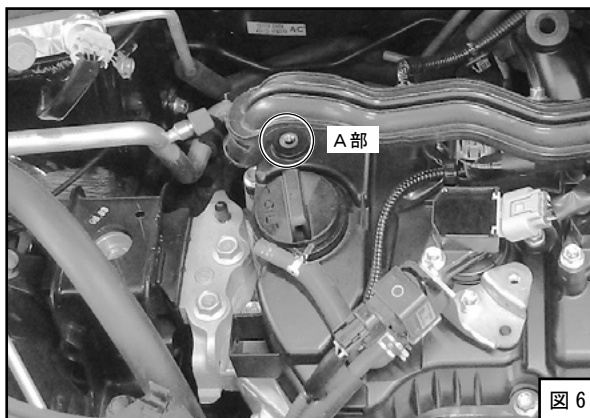
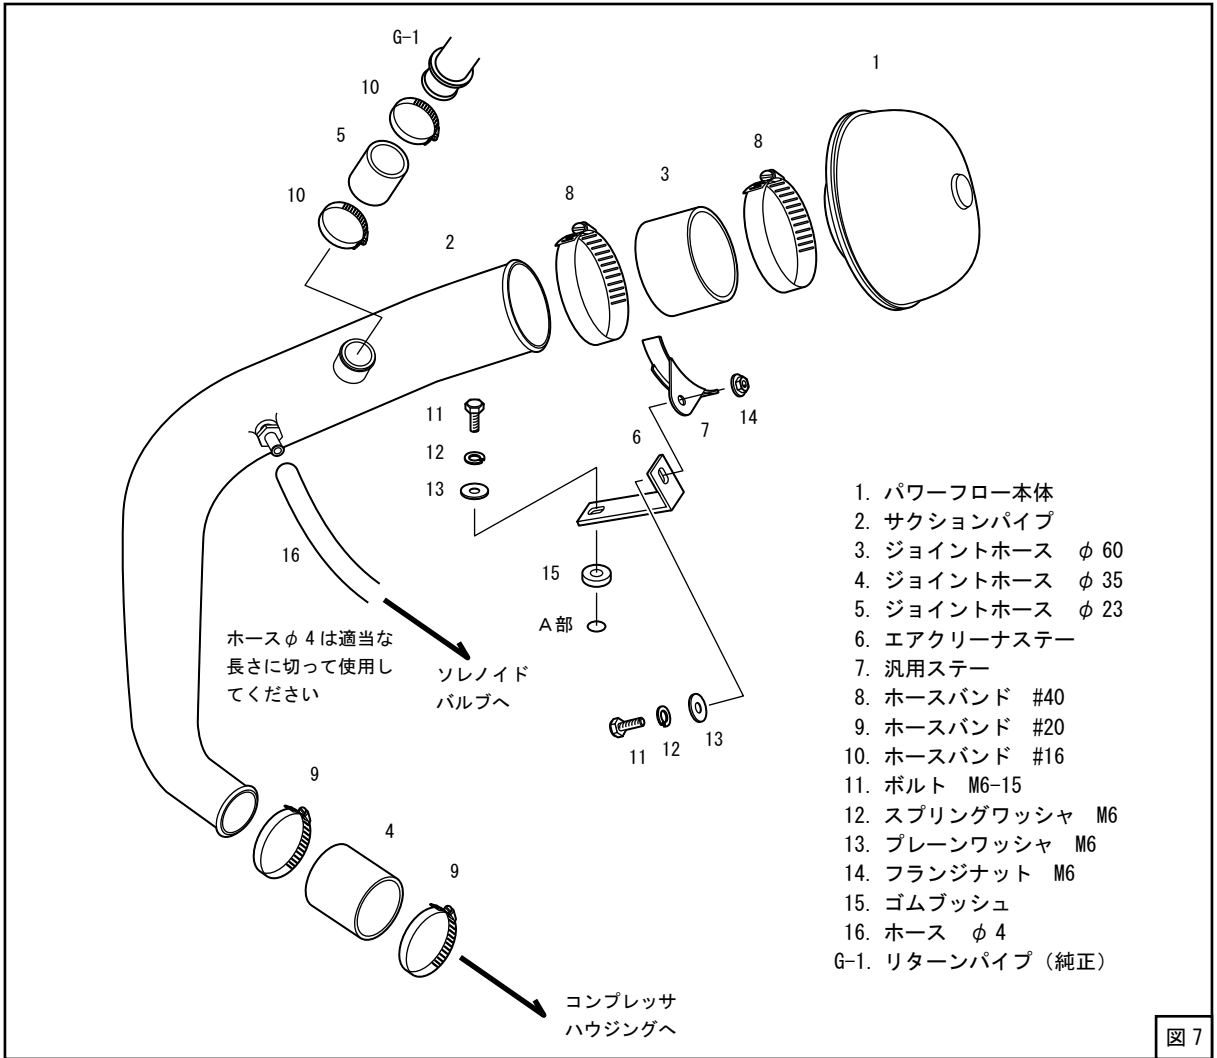
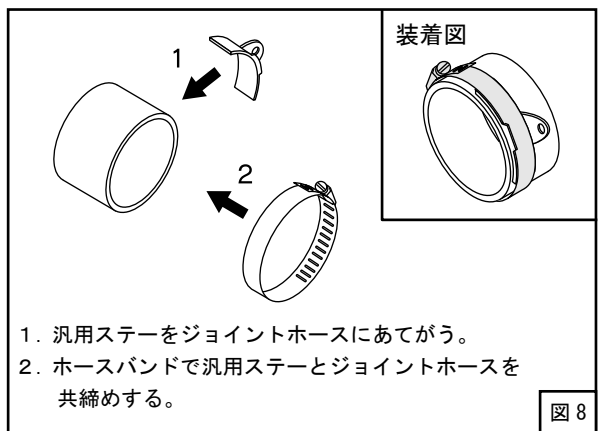

図6
図7
図8
(2) キットパーツを仮付けしてください。(図6、図7、図8)